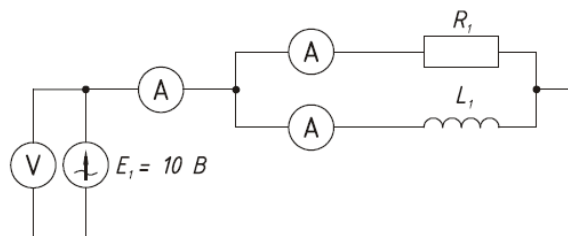

Рис. 2
4. Собрать схему в соответствии с рис. 2. Устанавливая индуктивность в соответствии с таблицей 2 записать значения токов и напряжений с указательных приборов. ($R_1 = 100 \text{ Ом}$)